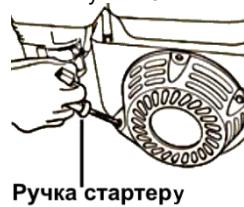

Рисунок 15
- Поверніть важіль управління дросельною засувкою вліво (рисунок 15);